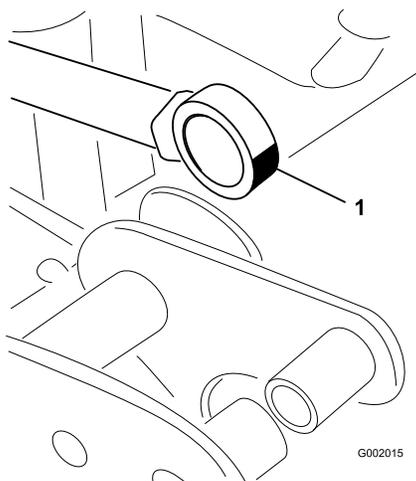

**Figure 45**
2. Retirez la goupille fendue de l'axe de pivot (Figure 45).
3. Soulevez la rampe et déposez l'axe (Figure 45). Abaissez lentement la rampe au sol.
6. Élevez la rampe pour aligner le pivot sur la tige d'actionneur. Tout en maintenant la rampe, insérez l'axe dans le pivot de rampe et la tige d'actionneur (Figure 45).